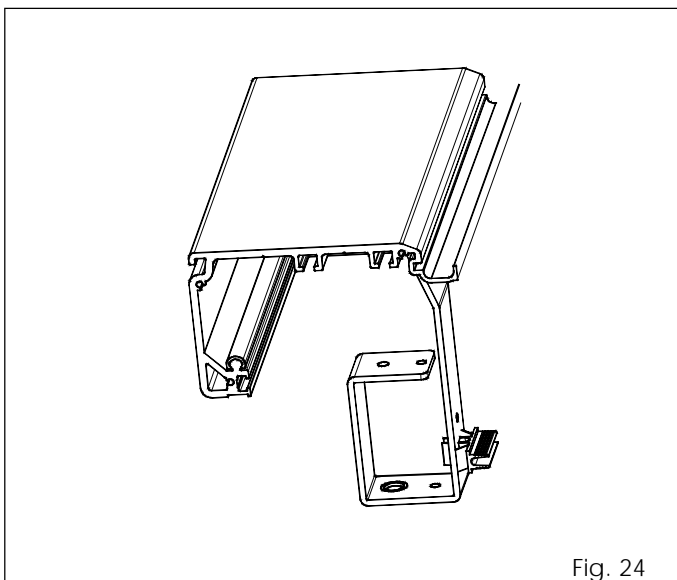

Fig. 24
- Zet de draagbeugel van de interne ontgrendelknop vast aan het andere uiteinde van de dwarsbalk (aan de kant van de motorgroep) zoals is geïllustreerd in fig. 24.